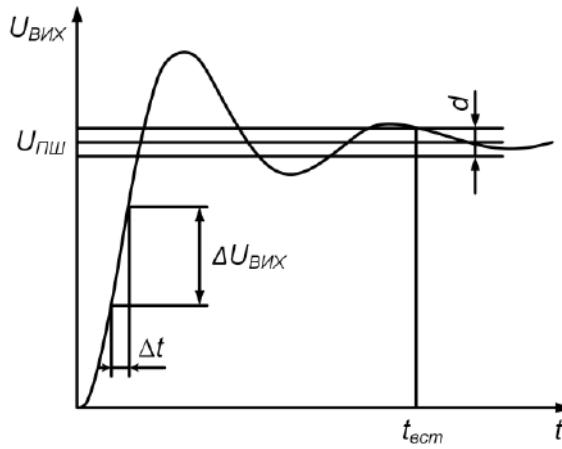

Рисунок 1.33 - Визначення часу встановлення і швидкості наростання
**Швидкість наростання.** Це максимальна швидкість зміни  $U_{ВИХ}(t)$  під час перехідного процесу, яка визначається як відношення приросту  $\Delta U_{ВИХ}$  до часу  $\Delta t$ , за який відбулося це збільшення (рис. 1.33).